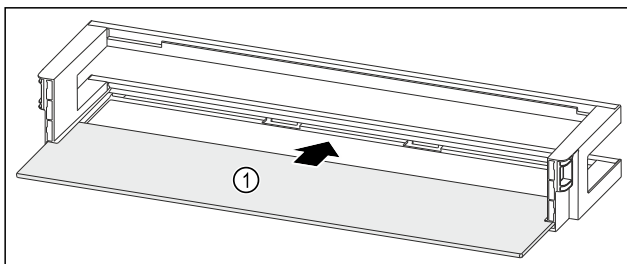

Fig. 124 Türabsteller mit Abstellfläche
- ▶ Abstellfläche Fig. 124 (1) in die seitlichen Einsparungen einschieben.